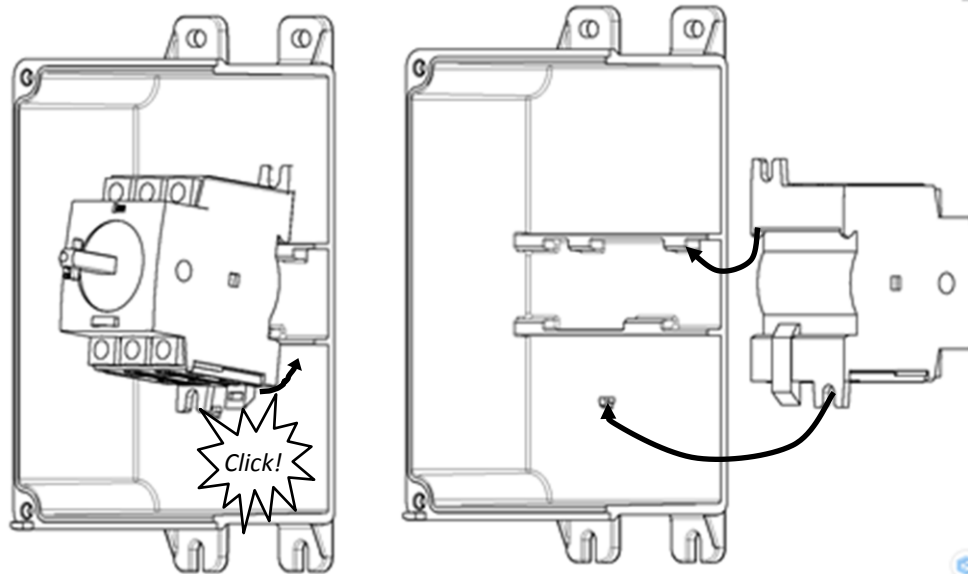

Fig 3.
- See figure 3 for placement of an additional Ground Module (PE), Solid Neutral Pole (N) or an additional switched 4th Pole. 4th Pole is NOT available for 60A switch configurations. A maximum of one additional Switched Pole may be added. The combined total of additional Ground Modules, Solid Neutral Poles, & additional Switched Poles may not exceed 2. Refer to instruction sheet supplied with Ground Modules, Solid Neutral Poles, & additional Switched Poles for installation instructions.
- Consulter la Fig. 3 pour la disposition d'un module de MALT (PE), d'un pôle de neutre massif (N) ou d'un 4^e pôle commuté complémentaires. Le 4^e pôle N'est PAS disponible dans les configurations de sectionneurs de 60 A. Un maximum d'un pôle commuté complémentaire peut être ajouté. Le total combiné de modules de MALT, ne doit pas dépasser 2. Consulter les directives livrées avec les modules de MALT, les pôles de neutre massif et les pôles commutés complémentaires pour fins de montage.